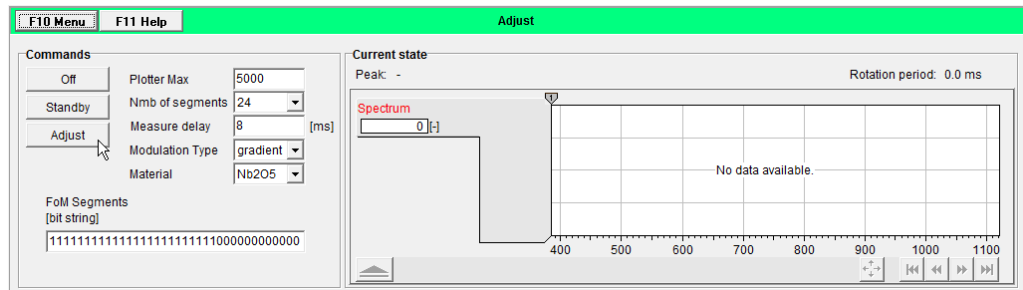

Abb. 7-14
- 14** Klicken Sie auf [Standby] und anschliessend auf [Adjust]. Siehe Abb. 7-14, 144.
19 Beenden Sie die Justagearbeiten mit dem Anklicken der Schaltfläche [Off] in der Kopfzeile des Menüs [Service Functions] > [Adjust] (Abb. 7-14, 144).